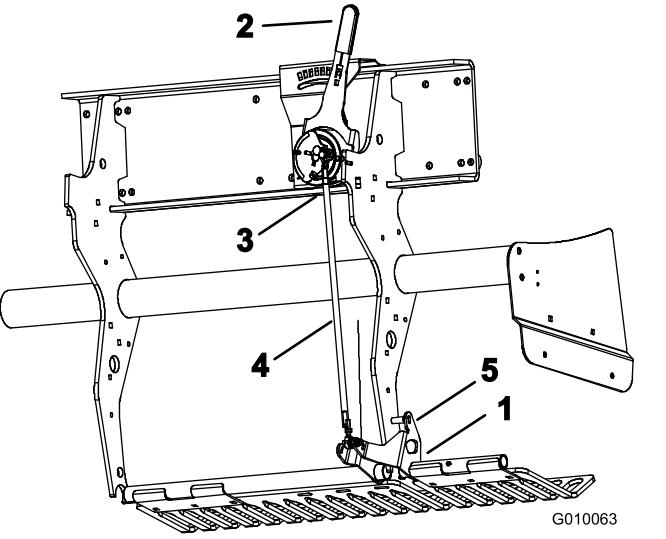

Figura 59
2. Gire el soporte de montaje del protector de césped izquierdo (Figura 59) hacia arriba hasta que pueda insertar un pasador de bloqueo, como un perno o una varilla de 8 mm entre el soporte y el tubo de ajuste de profundidad soldado en el bastidor.
3. Mueva la palanca de profundidad de aireación (Figura 59) al ajuste H (mayor profundidad).
4. Desconecte el interruptor de bola externo (Figura 59) del arnés de cables (interruptor de cabezal bajado).
5. Afloje las contratuerca (izquierda y derecha) del tirante de ajuste de profundidad (Figura 59).